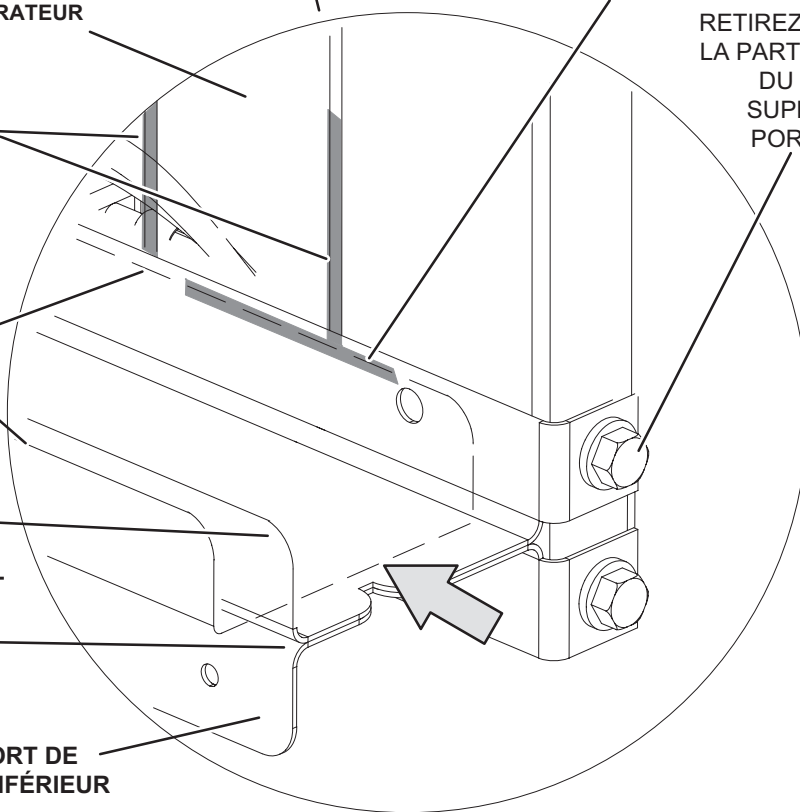

FIGURE 50
L'ionisateur facultatif de type brosse produit des ions positifs et négatifs pour nettoyer l'air et réduire la quantité de contaminants présents dans l'air. L'ionisateur a été conçu pour nécessiter peu d'entretien. L'unité doit être vérifiée deux fois par an pour s'assurer que les brosses sont propres et garantir ainsi un débit maximal. L'ionisateur est situé derrière les filtres. Reportez-vous à la FIGURE 50.
- 1 - Retirez les filtres, les vis fixant le haut et le bas du support de filtre supérieur, ainsi que les serre-fil que les vis maintiennent en place. Reportez-vous à la FIGURE 50.